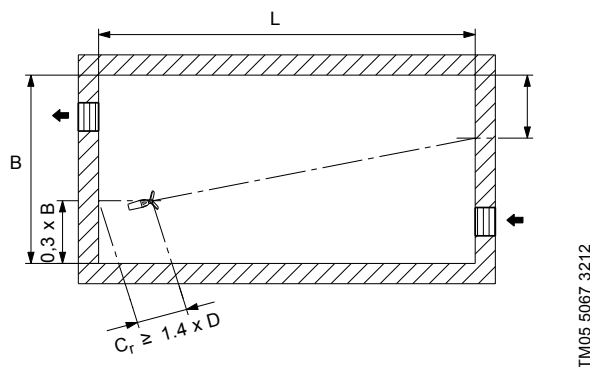

Рис. 31 Монтажное положение мешалки при коэффициенте резервуара $1,5 < L/B \leq 2,5$
Монтажное положение мешалки в прямоугольном резервуаре зависит от соотношения длины (L) и ширины (B) резервуара ("коэффициент резервуара"). Это обеспечивает оптимальную производительность мешалки и создание равномерно распределённых скоростей потока. Такой поток перемешивает твёрдые частицы с жидкостью, предотвращая образование осадка. Правила выбора монтажного положения, представленные на рис. 31 и 32, также относятся и к образвателям потока.
Если коэффициент резервуара составляет $1,5 < L/B \leq 2,5$, мешалку необходимо установить так, как показано на рис. 31.